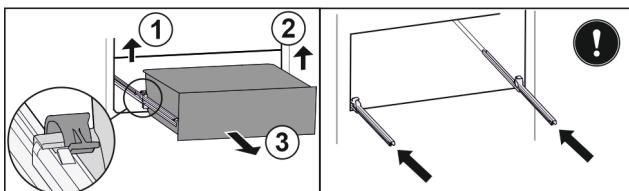

Fig. 43
- Dvignite levo spojko in hkrati povlecite predal levo naprej. Fig. 43 (1)
- Dvignite desno spojko in hkrati povlecite predal desno naprej. Fig. 43 (2)
- Predal vzemite ven v smeri naprej. Fig. 43 (3)